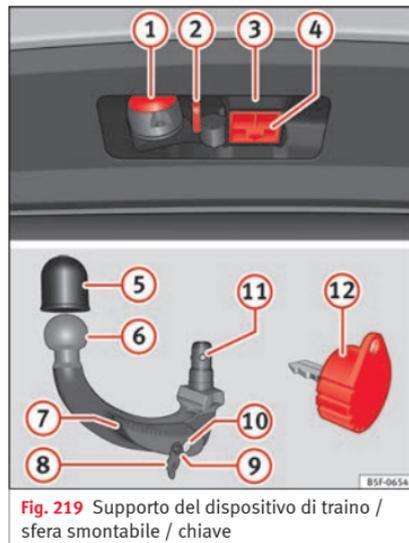

Fig. 219 Supporto del dispositivo di traino / sfera smontabile / chiave
Legenda » **fig. 219**
- Estrarre il tappo di alloggiamento del gancio (4) » fig. 219 verso il basso.